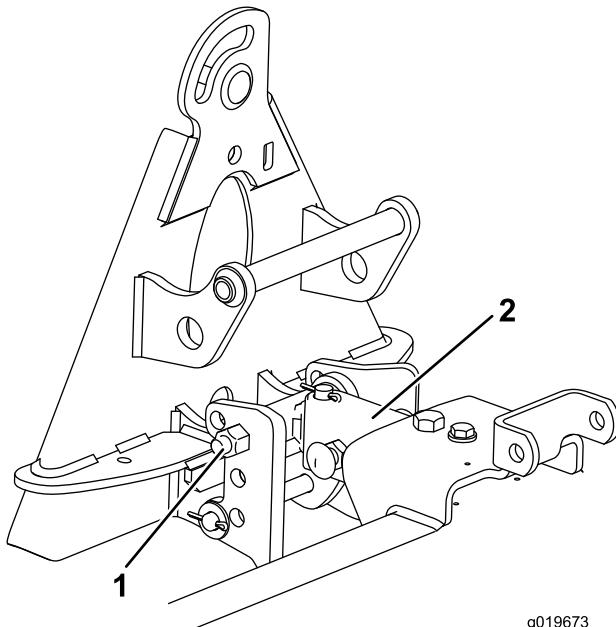

图11
1. 将挂钩总成安装在限位支架的顶孔中图11。
2. 使挂钩管较长的一侧向上并安装到吊架总成的下方图11。